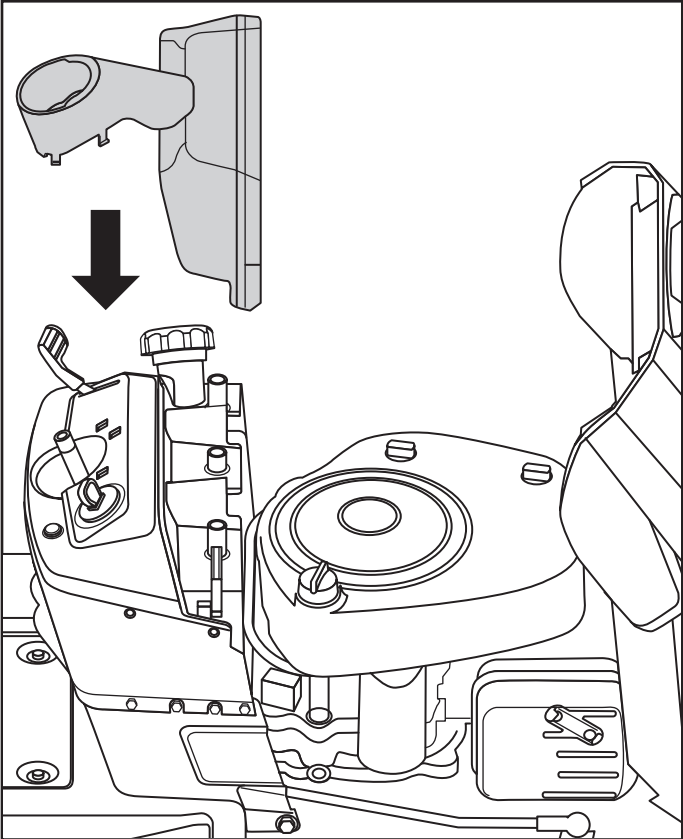

Fig. 2
1. Abra la cubierta del motor e instale la cubierta del salpicadero en su lugar. (Fig. 2)